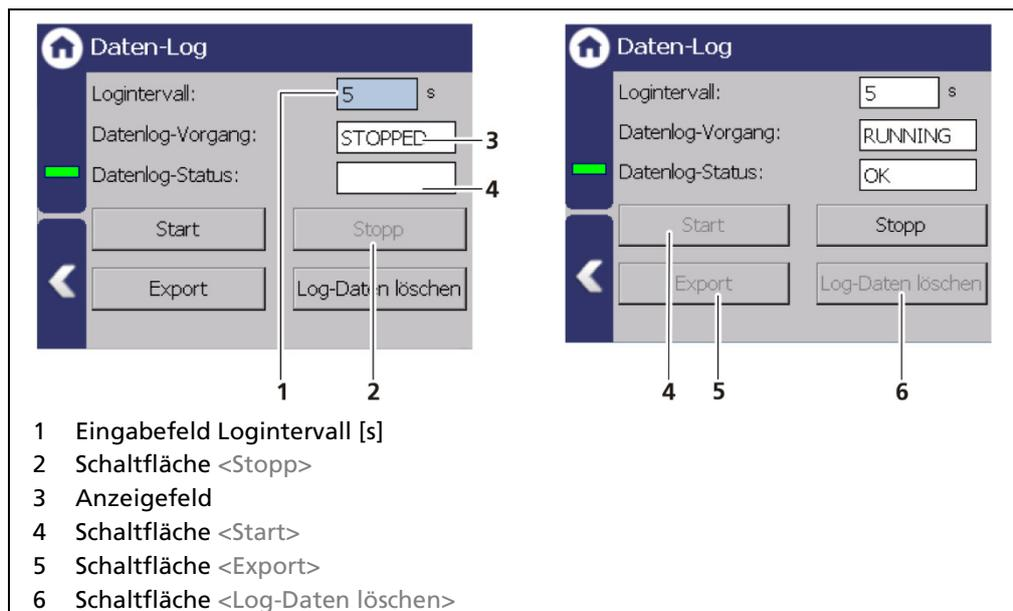

Abb. 141 Daten-Log
1. Klicken Sie auf die Schaltfläche <Stopp> (Abb. 141, Pos.2), um den Datenlog-Vorgang zu stoppen.
2. Klicken Sie auf das Eingabefeld „Logintervall“ (Abb. 141, Pos.1) und geben Sie die Zeit in Sekunden an.
4. Klicken Sie auf die Schaltfläche <Start> (Abb. 141, Pos.4), um den Datenlog-Vorgang zu starten.
1. Klicken Sie auf <Stopp> (Abb. 141, Pos.2).
3. Klicken Sie auf die Schaltfläche <Export> (Abb. 141, Pos.5).